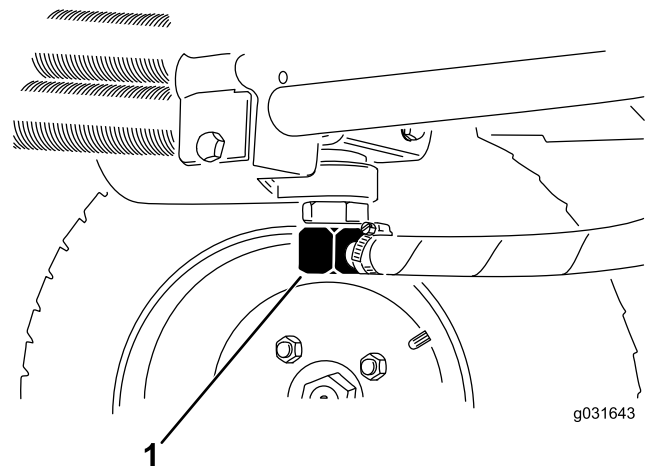
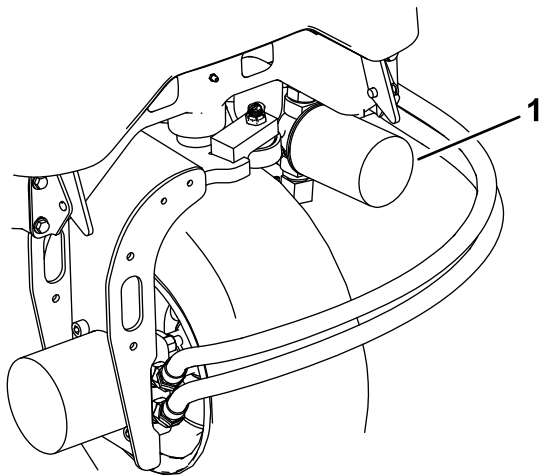

Figura 64
Figura 66
2. Desconecte el tubo hidráulico o retire el filtro hidráulico y deje fluir el fluido hidráulico en un recipiente apropiado (Figura 66 y Figura 64).
3. Vuelva a colocar el tubo cuando el fluido hidráulico se haya drenado (Figura 64).
3. Limpie alrededor de la zona de montaje del filtro, coloque un recipiente debajo del filtro y retire el filtro (Figura 66).